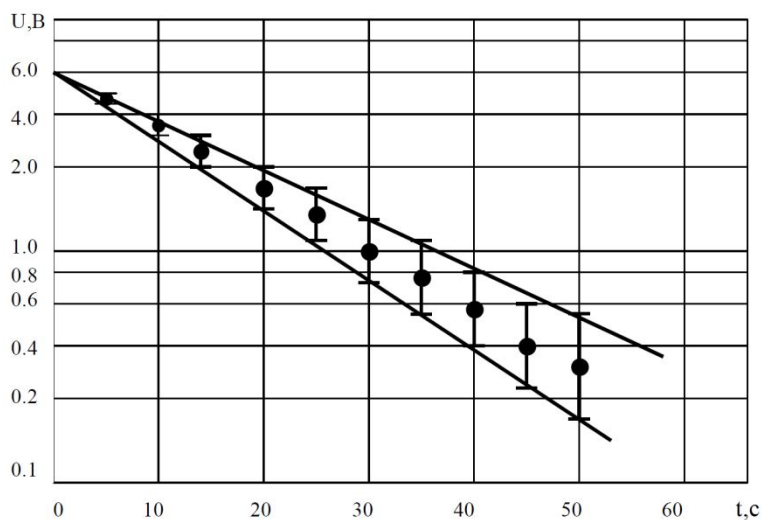

Рис.7. График изменения напряжения на конденсаторе при разряде.
6.2. Для одного варианта опытов из таблиц 1 или 2 построить полулогарифмический график изменения тока через конденсатор с обозначением интервала изменений измеренных значений в пределах минимального и максимального углов наклона прямых по типу рис.7. По графикам определить минимальное и максимальное значения постоянной времени цепи - $\tau = RC$. Значение τ определяется углом наклона прямых рис. 7. Формула для определения постоянной времени цепи вытекает из соотношения (11):